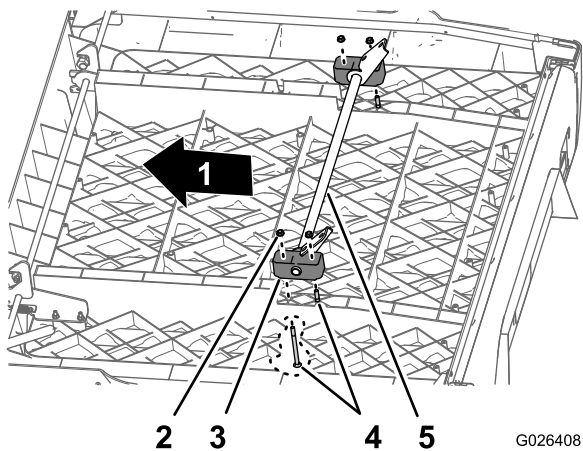

Bild 8
1. Entfernen Sie an der **alten** Staubox die vier Schlossschrauben (3/8" x 5") und die vier gezahnten Muttern (3/8"), mit denen der Drehzapfenblock und die Schwenkhalterung unten an der Staubox befestigt sind (Bild 8).